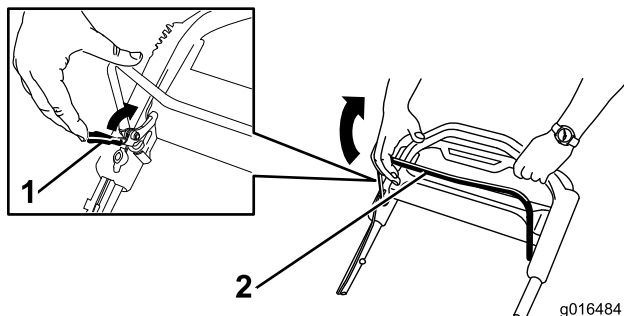

Figure 22
1. Tirez le dispositif de verrouillage de la barre de commande des lames vers la barre de commande (Figure 22).
2. Serrez **lentement** la barre de commande des lames contre le guidon (Figure 22).